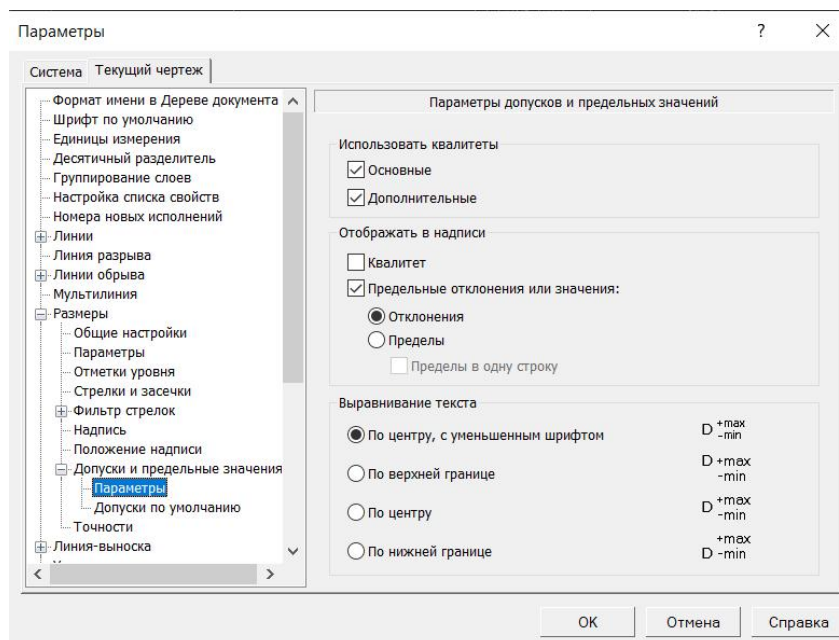

Рис. 17
- Отключите опцию **Отклонения** в группе **Отображать в надписи**. (См. рис. 17)